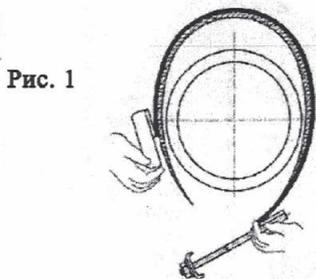

Рис. 2
- расположите хомут таким образом, чтобы было удобно ставить и затягивать гайки (рис.2)